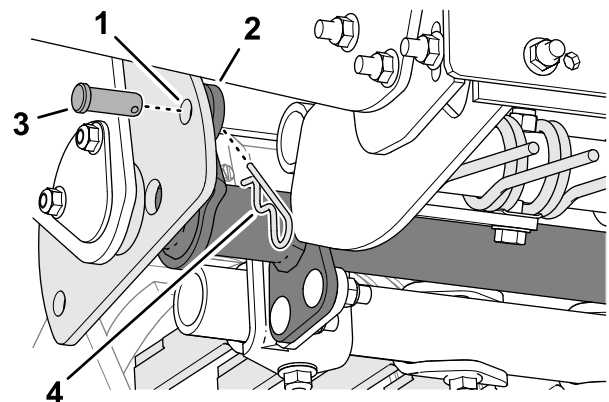

Figure 16
6. Alignez le trou du bras de l'outil polyvalent et le trou de la plaque de sélection d'angle (Figure 16).